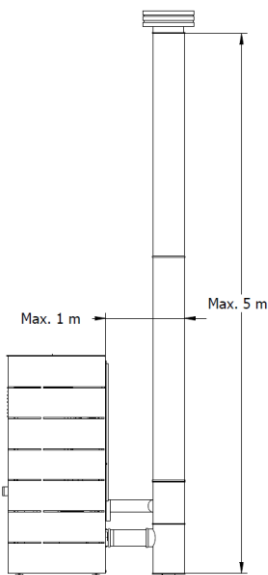
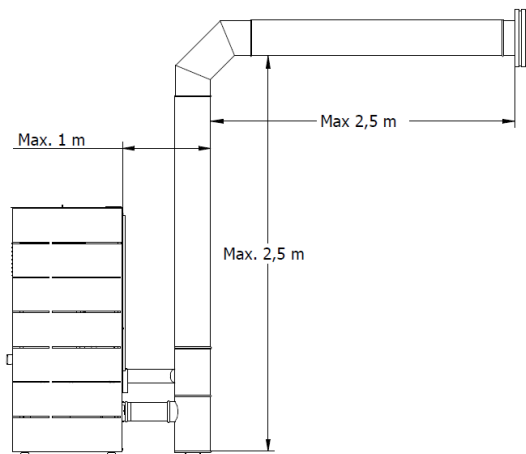

Figura 17 – Exemplo de uma instalação do tipo A
Figura 18 – Exemplo de uma instalação do Tipo B
- A instalação da salamandra a *pellets*, quando não houver chaminé e estiver previsto um sistema coaxial de condutas de exaustão de fumos, deve satisfazer os requisitos básicos apresentados na Figura 17 e na Figura 18.